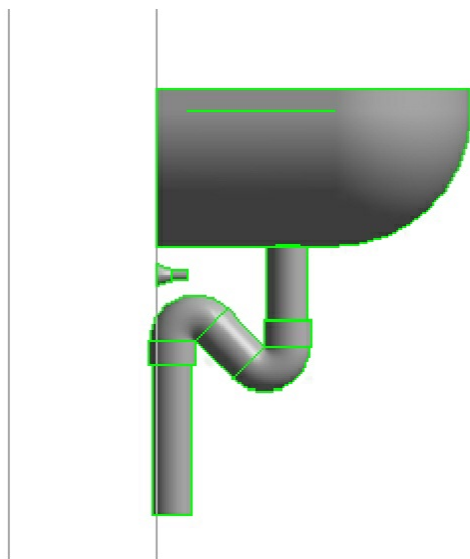

图3-116
(5) 继续绘制存水弯下面的管即可，最终效果如图3-116所示。